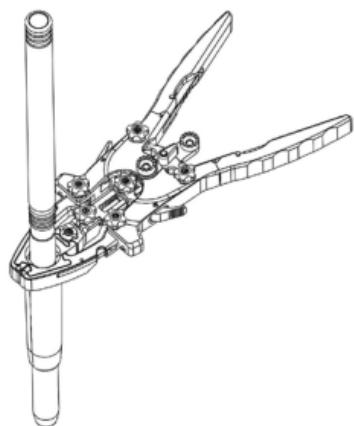

Figura 9
- Deslice el retractor y las hojas adjuntas sobre el **dilatador de 18 mm** y hacia el interior del sitio quirúrgico (figura 9).